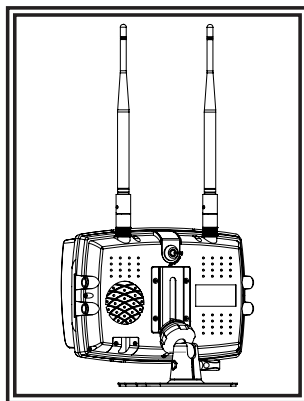

Figure 5
4. Installez l'écran et le pare-soleil sur le socle comme illustré à la Figure 5. Ajustez la position de l'écran pour un meilleur angle de vue avant de serrer les vis de fixation sur chaque extrémité. Connectez les antennes les pointant vers le haut.